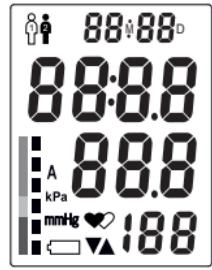

Рис.13
3. На дисплее кратковременно высветятся все символы (рис.13), прозвучат два коротких звуковых сигналов и прибор начнет автоматически нагнетать воздух в манжету.